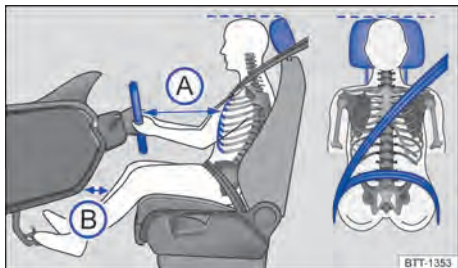

Fig. 28 Distância correta do condutor em relação ao volante, posição correta do cadaço do cinto de segurança e ajuste correto do apoio para cabeça.
- Ajustar o banco de modo que a distância entre o volante e o tórax tenha no mínimo 25 cm → Fig. 28 (A) e que o condutor possa segurar o volante pela borda externa com as duas mãos e os braços ligeiramente dobrados.
- Ajustar o banco do condutor na direção longitudinal de modo que os pedais possam ser acionados com as pernas ligeiramente arqueadas e a distância para o painel de instrumentos na área do joelho seja de, no mínimo, 10 cm → Fig. 28 (B).
- Para os bancos com apoio para cabeça: ajustar o apoio para cabeça de modo que a sua borda superior se encontre preferencialmente na mesma linha da parte superior da cabeça → Fig. 28 – porém não abaixo da altura dos olhos. Posicionar a parte posterior da cabeça o mais perto possível do apoio para cabeça.